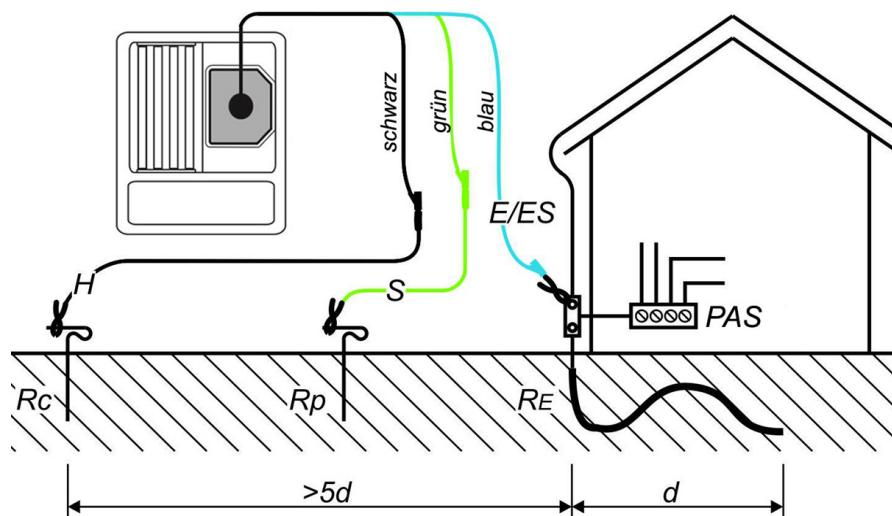

Abbildung 5.33: Anschluss des optionalen Erdungssets (044113) - Messung der Haupterdung
- Kontaktieren Sie die Prüfleitungen an das Prüfobjekt (siehe Abbildung 5.33 und 5.34).
- Die Sonden müssen in ausreichendem Abstand vom Prüfobjekt platziert werden. Der Abstand zwischen dem Erder (E/ES) und der Sonde (H) soll mindestens 5-mal größer sein als die Tiefe oder Länge des Erders (siehe Abb. 5.33 und 5.34).